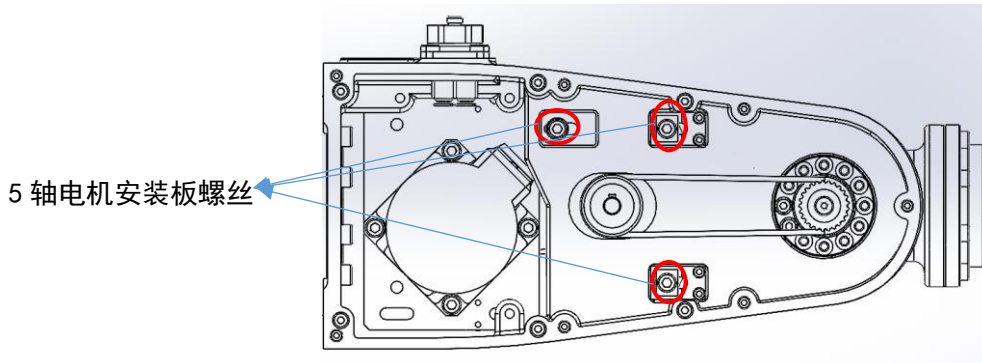
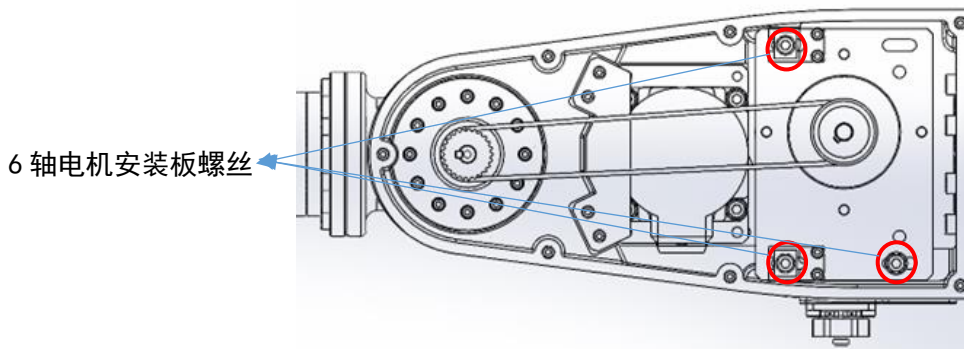

图 6.4 5 轴同步带电机安装板螺丝位置示意图
图 6.5 6 轴同步带电机安装板螺丝位置示意图
2. 拆卸 5（6）轴盖板后将 5（6）轴电机安装板螺丝（见图 6.4 与图 6.5）拧松，然后将电机向齿轮方向慢慢移动，待同步带松后，取出同步带。